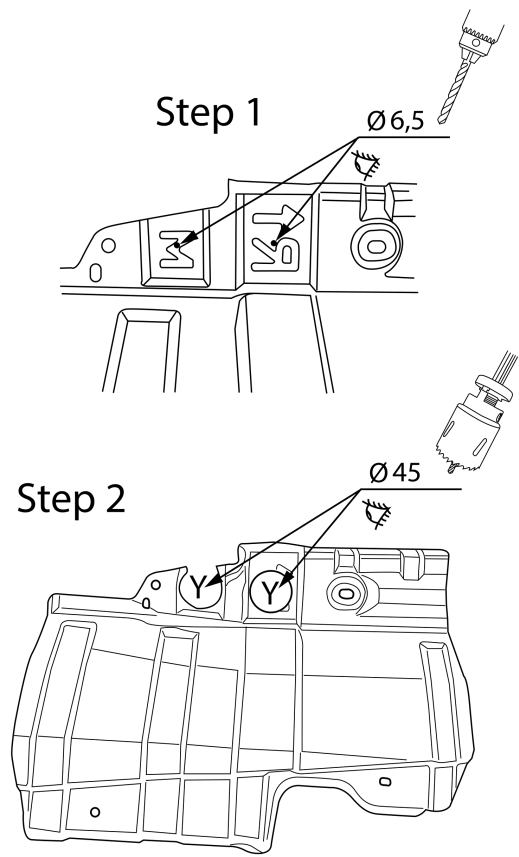

Fig. 2
8. Просверлить отверстия У диаметром 45 мм насквозь (см. рис. 2).